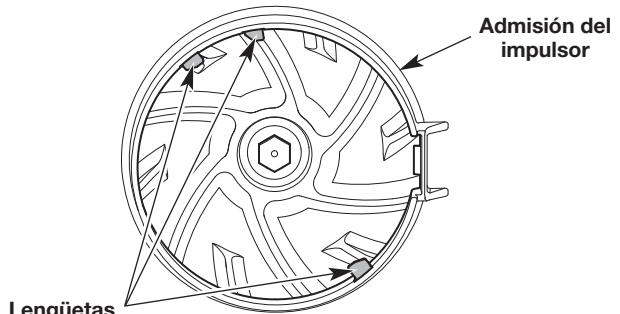

Fig. 3
2. Mientras sostiene abierta la puerta del impulsor, alinee las ranuras de la parte superior del tubo de la aspiradora con las lengüetas de la admisión del impulsor (Fig. 3).